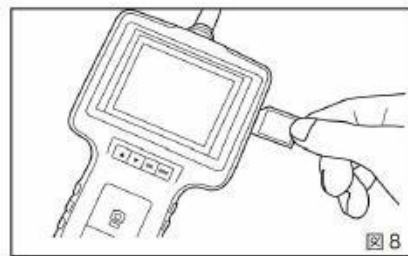

図8
- ① 電源がオフの状態であることを確認してください。
② SDカード差し込み挿入口にSDカードの電極部分が奥側へ向くように挿入してください。(図8)